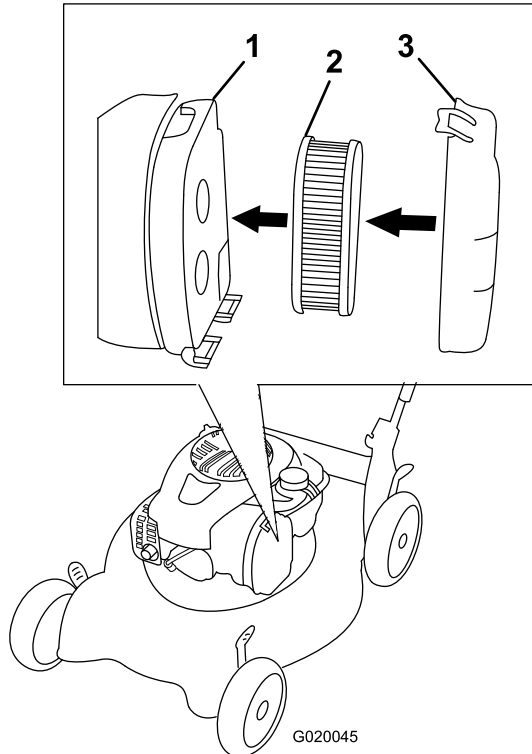

Figure 17
2. Appuyez sur le bouton sur le couvercle du filtre à air (Figure 17) et ouvrez le couvercle.